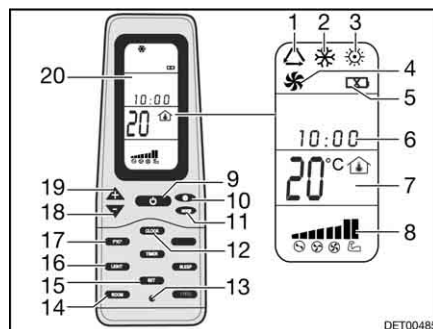

Fig. 195 Télécommande
- Appuyer sur la touche ON/OFF (Fig. 195,9).
- Appuyer sur la touche "Mode" (Fig. 195,11) jusqu'à ce que le mode de fonctionnement souhaité (Fig. 195,1, 2, 3 ou 4) s'affiche à l'écran (Fig. 195,20).
- Régler la température désirée à l'aide des touches "+" (Fig. 195,19) et "-" (Fig. 195,18).
- Sélectionner la vitesse souhaitée du ventilateur à l'aide de sa touche de vitesse (Fig. 195,10).